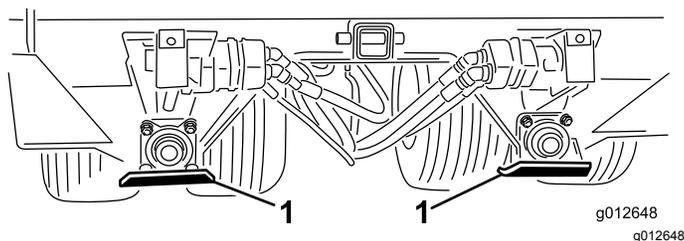

Рисунок 9
1. Расположите полозья, как показано на Рисунок 9.